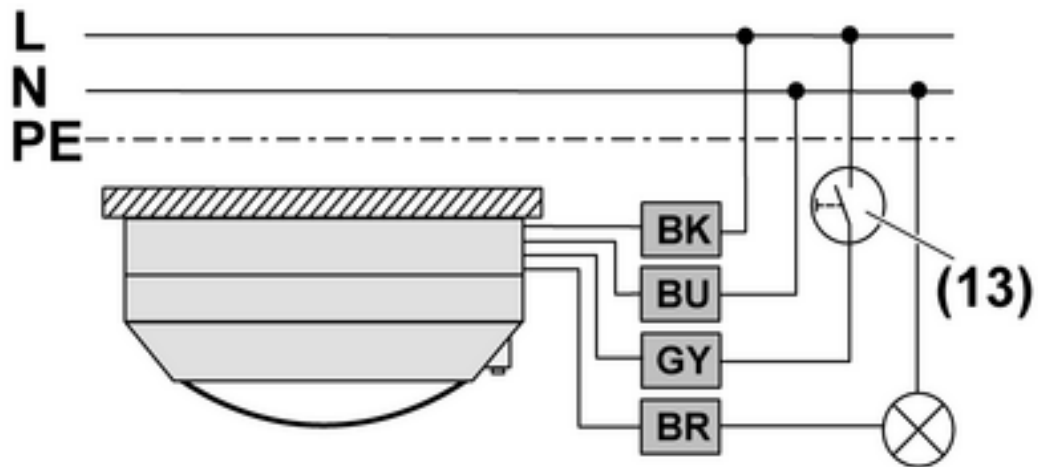

Figure 6: Schéma de raccordement
- Raccorder le détecteur de présence selon le schéma de raccordement (figure 6).
- Raccorder la touche d'installation (13) en option (figure 6). Elle est nécessaire uniquement si une utilisation manuelle est également souhaitée.